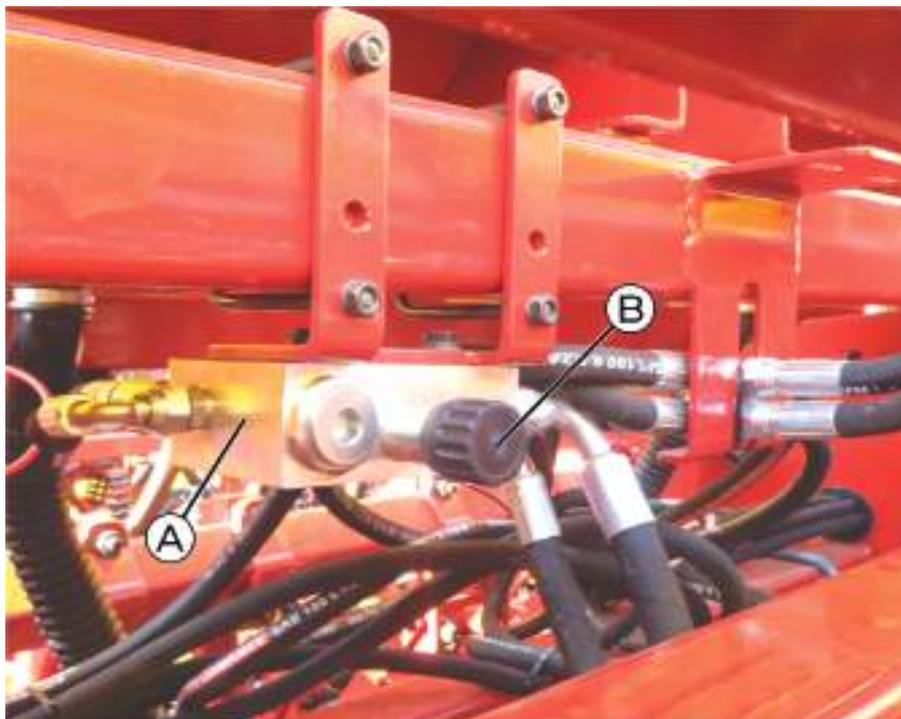

fig. 18
O vácuo é controlado pela vazão do comando do trator e pela utilização da válvula reguladora (A) (fig. 18), localizada na semeadora, para ajuste fino. Esse ajuste fino é realizado através do manípulo (B).
3- O ajuste “fino” do vácuo pode ser feito na válvula de regulação, fixada na semeadora (*fig. 18*).